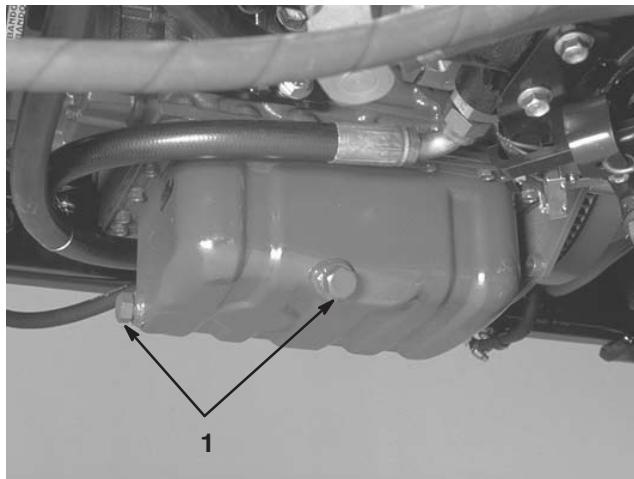

Bild 44
1. Entfernen Sie eine Ablassschraube (Bild 44) und lassen das Öl in ein Auffanggefäß ab. Schrauben Sie die Ablassschraube wieder ein, nachdem das Öl abgelaufen ist.